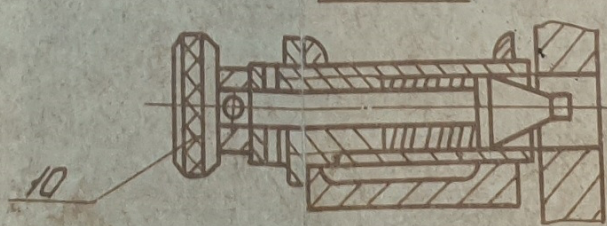

Рис. 4
6.3.2. Прижимная балка показана на рис. 4 приложения.